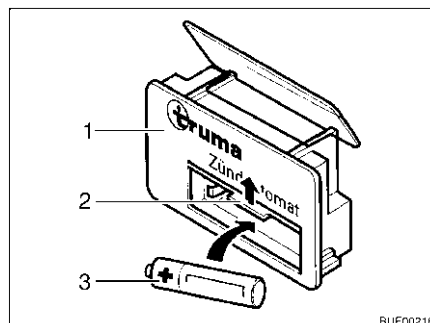

Fig. 71 Dispositivo di accensione
- Spingere la copertura (Fig. 71,2) del vano batteria sul dispositivo di accensione (Fig. 71,1) verso l'alto.
- Inserire una nuova batteria (Fig. 71,3) dello stesso tipo nel vano batteria del dispositivo di accensione rispettando la polarità (+/-). Utilizzare soltanto batterie Mignon resistenti alle alte temperature (+70 °C) e sicure da perdite.